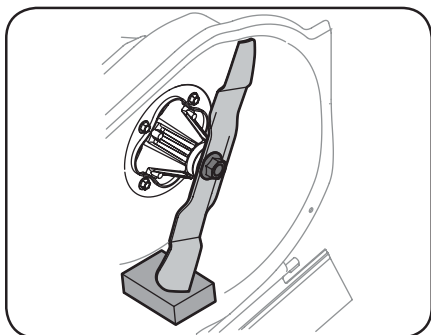

Figure 1
3. Placez un morceau de bois entre le déflecteur au milieu du plateau de coupe et la lame pour empêcher cette dernière de se déplacer pendant que vous desserrez l'écrou à bride hexagonal. Voir Figure 1.